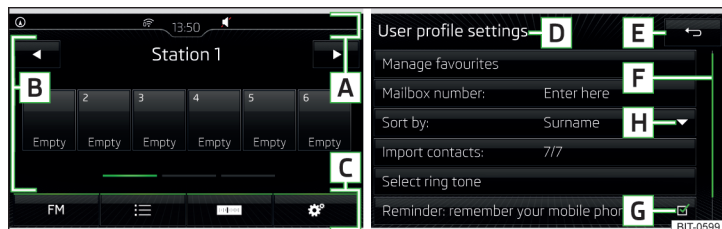
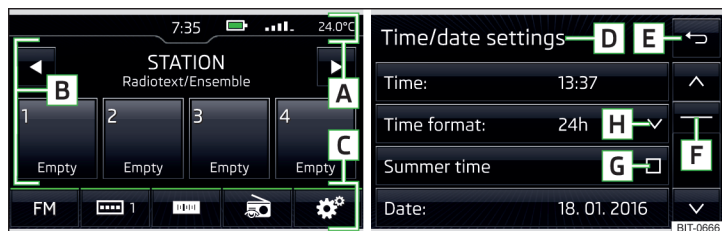

Fig. 144 Infotainment Columbus, Amundsen, Bolero: Áreas de pantalla / Visualización de pantalla
Fig. 145 Infotainment Swing: Áreas de pantalla / Visualización de pantalla
#### Descripción del indicador de pantalla » fig. 144 y/o » fig. 145
- ▶ Pulsando la superficie funcional ▼ o ▲ » fig. 145 (válido para el Infotainment Swing).